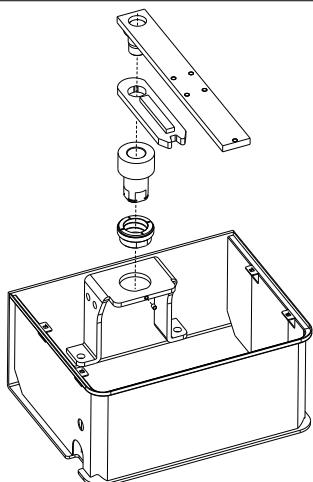

Fig. 33
10.4. Introduire la boucle dans la caisse et la fixer avec la vis spéciale (Fig.33).
10.5. insérer les ensembles comme en Fig. 33.